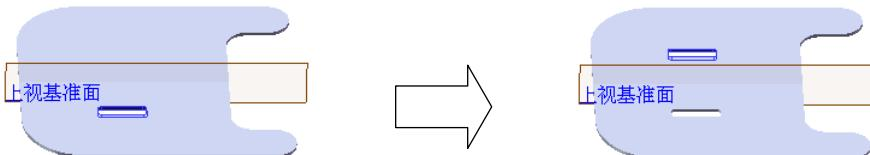

图 12.3.21 镜像 2
Step7. 创建图 12.3.21 所示的镜像 2。
(1) 选择命令。选择下拉菜单 **插入(I)** → **阵列/镜向(E)** → **镜向(M)...** 命令。
(2) 定义镜像基准面。选取上视基准面作为镜像基准面。
(3) 定义镜像对象。选择切除一拉伸 1 作为镜像 2 的对象。
(4) 单击 **确定** 按钮，完成镜像 2 的创建。